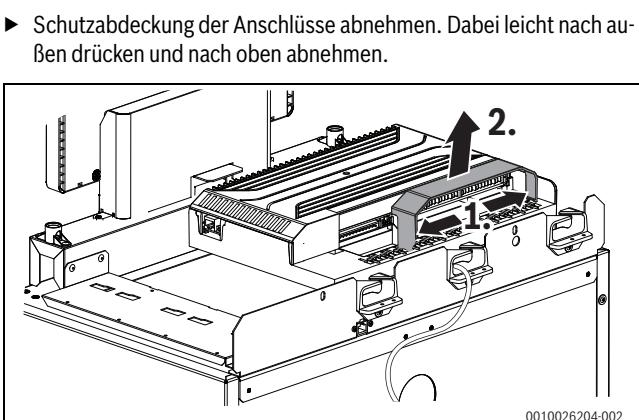

Bild 20 Schutzabdeckung der Anschlüsse abnehmen
- ▶ Gegebenenfalls Schutzabdeckung abnehmen (→ Bild 20).